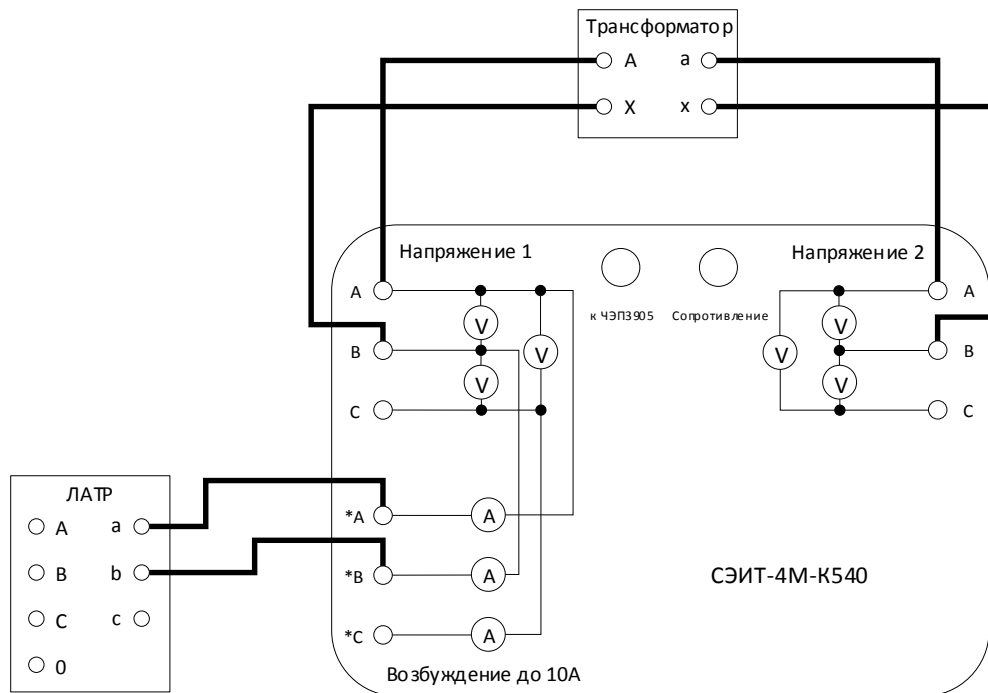

Рис. 8. Схема соединений для однофазного измерения коэффициента трансформации.
5.2.2. При работе с однофазным трансформатором собирается схема, представленная на рис. 8.